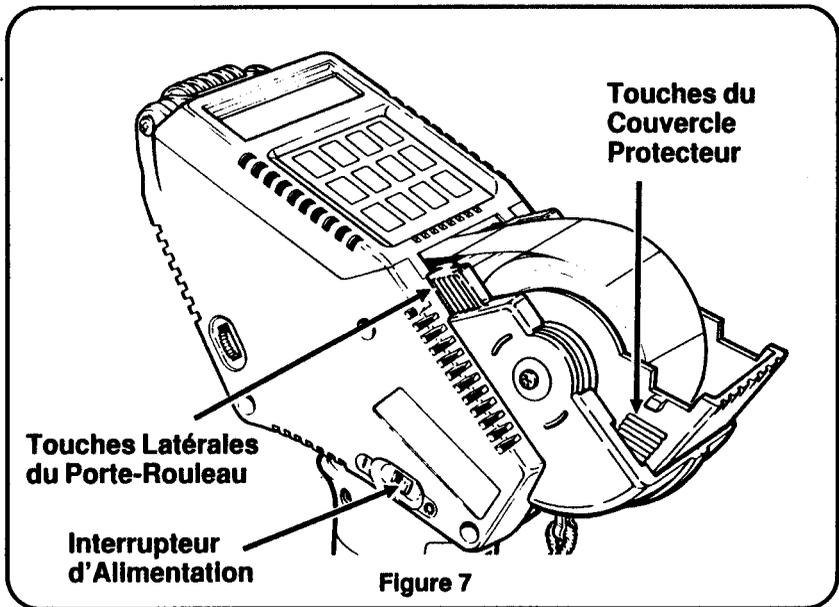

Figure 7
2. Pressez sur les languettes latérales du couvercle protecteur et ouvrez-le par rotation jusqu'à ce qu'il se verrouille (figure 7).